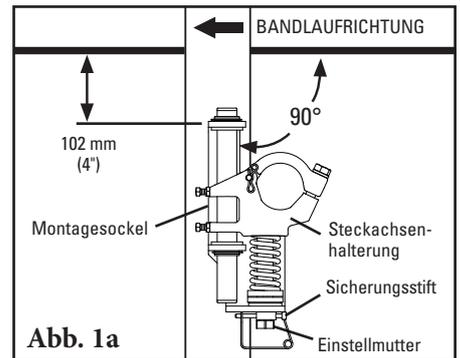

Abb. 1a
Die empfohlene Montagerichtung in Bezug auf die Bandlaufrichtung ist in Abb. 1a gezeigt. Falls erforderlich, können die Spannvorrichtungen auch mit entgegengesetzter Laufrichtung montiert werden. Den Montagesockel mit einer Zwinde so in Einbaulage befestigen, dass die obere Krempe 102 mm (4") unterhalb der Unterkante des Bands läuft. Den Montagesockel verschrauben oder verschweißen. Den Montagesockel an der richtigen Stelle auf der anderen Seite montieren. Die Verriegelungsstifte der Spannvorrichtung entfernen und die Einstellmutter so drehen, dass die Steckachsenhalterung ganz unten steht.
1. **Montage des Montagesockels.** (Für den Druck-Spannvorgang s. die zusätzlichen Anleitungen auf Seite 14.) Klemmen Sie einen Montagesockel so fest, dass der obere Sockelflansch bündig mit dem Förderband liegt. Verschrauben oder verschweißen Sie den Montagesockel. Platzieren Sie den Montagesockel an der richtigen Stelle auf der gegenüberliegenden Seite und montieren Sie ihn (Abb. 1a).